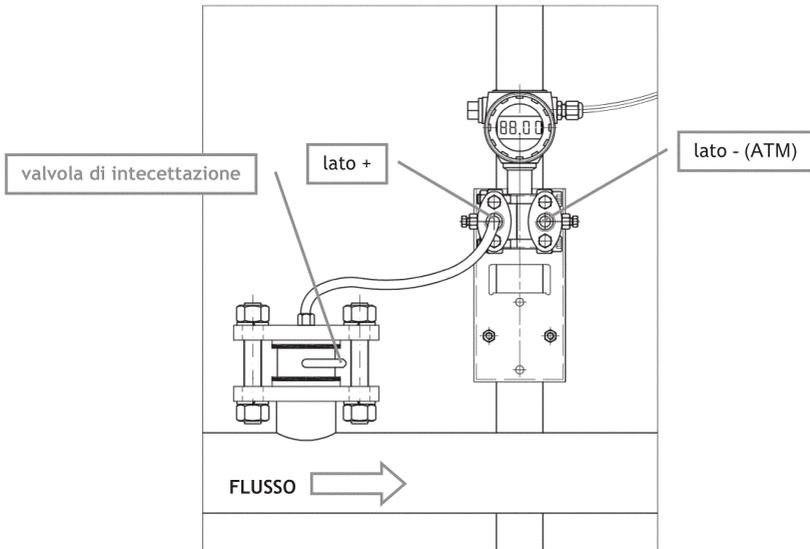
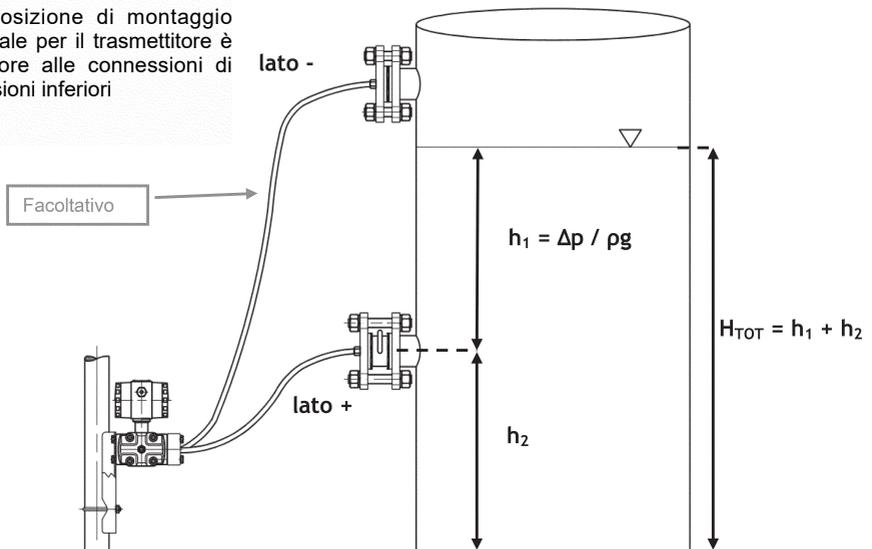
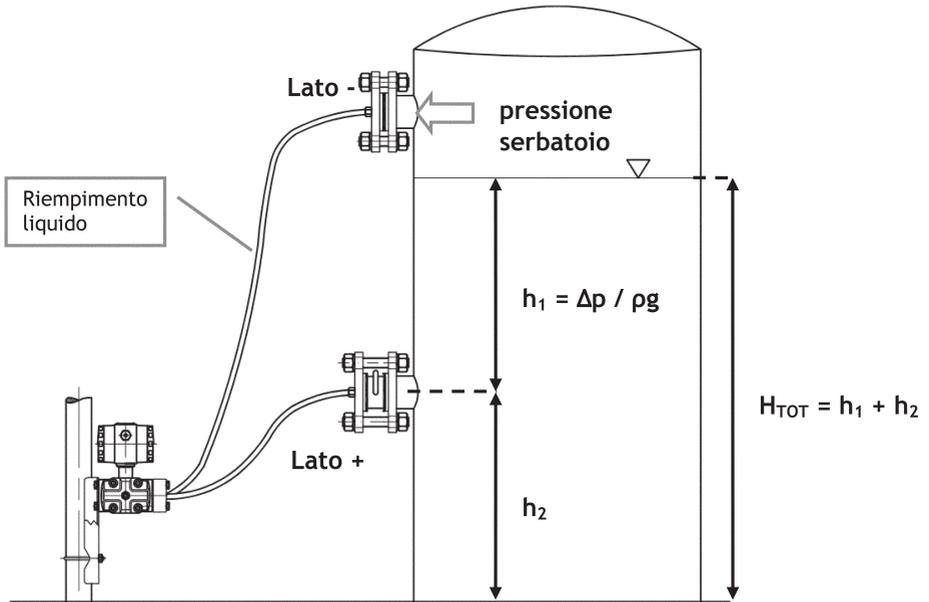
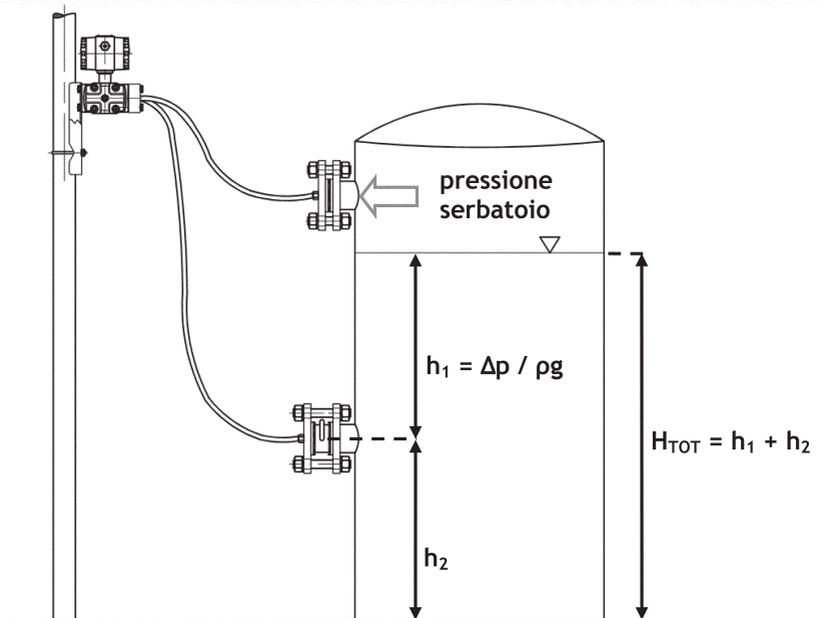

Fig. 3 - Misura della pressione relativa in linee di tubazioni
Fig. 4 - Misura di livello in serbatoi aperti
Fig. 5 - Misure di livello in serbatoi chiusi con vapori corrosivi
Fig. 6 - Misure di livello in serbatoi chiusi con vapori asciutti e puliti
I trasmettitori LD357B possono essere utilizzati per misure di pressione relativa o misure di livello in serbatoi o tubazioni. In **Fig. 3** è illustrato il montaggio più semplice, diretto sulla tubazione.
Fig. 3, Fig. 4, Fig. 5 e Fig. 6 mostrano alcune delle installazioni raccomandate da ISO 2186 Standard. Fare riferimento a questo standard per maggiori informazioni.
- In riferimento alla **Fig. 5** i tubi discendenti possono essere riempiti con condensa di vapori del fluido di processo o con liquido inerte per evitare il contatto diretto con la membrana del trasmettitore.
- In riferimento alla **Fig. 6** il trasmettitore può essere montato sopra le connessioni di processo solo quando è in servizio con vapori di gas secco e pulito.